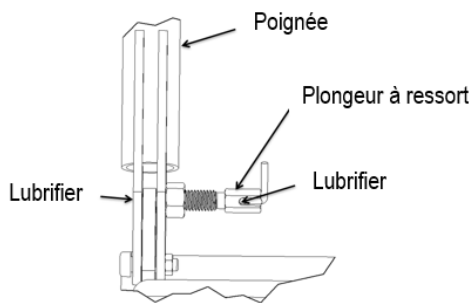

Figure 28 : Détails du plongeur à ressort de la poignée
2. Appliquez un lubrifiant tout usage sur les deux côtés du plongeur à ressort (voir la Figure 28).